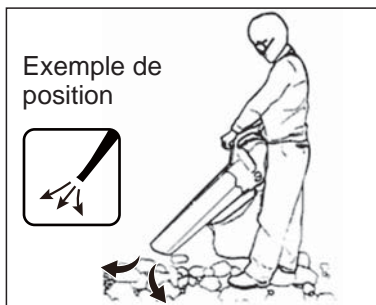

Fig. 15
2. Positionnez le tube à 10 cm environ au-dessus du sol et avancez lentement en effectuant des mouvements de balayage de gauche à droite (Fig. 15).